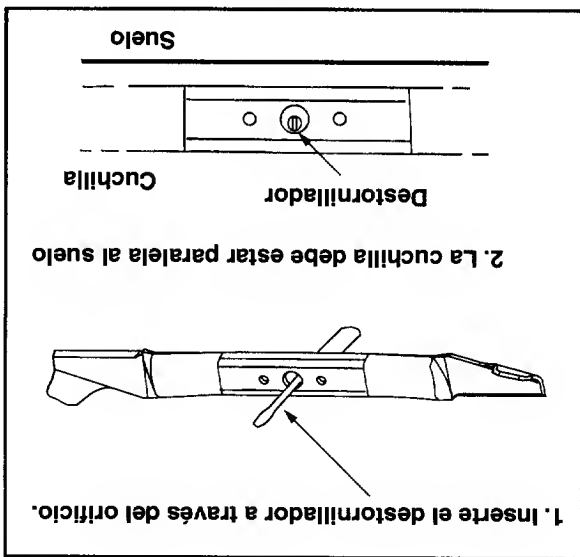

Figura 13
- Pruebe la cuchilla equilibrándola sobre un destrinillador de eje redondeado o en un equilibrador de cuchillas. Vea la figura 13.